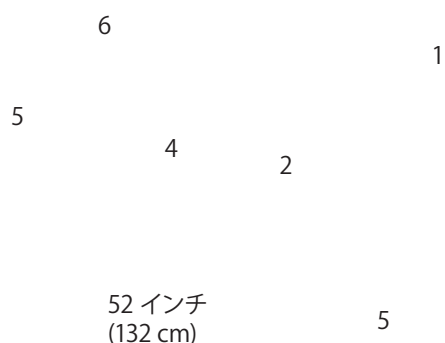

図48
4. 前輪の前と後ろで、左右のタイヤの中央線間距離を測る (図48)；計測はアクスルの高さで行う。前輪の後ろで、アクスルの高さで測定を行うには市販または手製のトーイン測定器が必要となる。前後の計測と
も同じ道具を使用し、アクスルの高さで正しく測定すること(図48)。前後の計測値が同じか、前での測定値が0~6 mm 小さければよい。